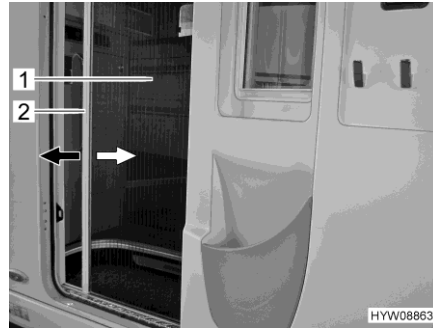

Fig. 35 Moustiquaire (porte cellule)
- Saisir la barre-poignée (Fig. 35,2) avec les deux mains et tirer la moustiquaire (Fig. 35,1) de manière régulière en dehors de son logement dans la porte.
- Saisir la barre-poignée (Fig. 35,2) avec les deux mains et repousser la moustiquaire (Fig. 35,1) d'une légère pression dans son logement dans la porte.